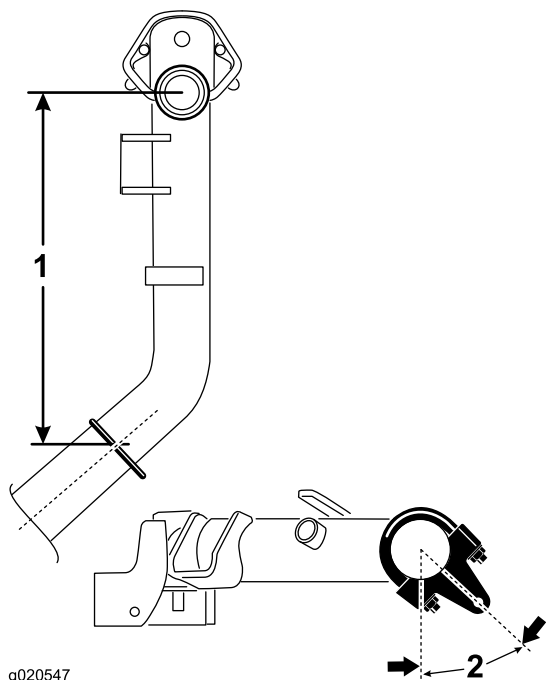

図 6
4. 昇降アーム2番、3番で、ブラケットとUボルトを、ピボットナックルのセンターラインから後ろに 38.1cm さがった位置にセットする 図 6。